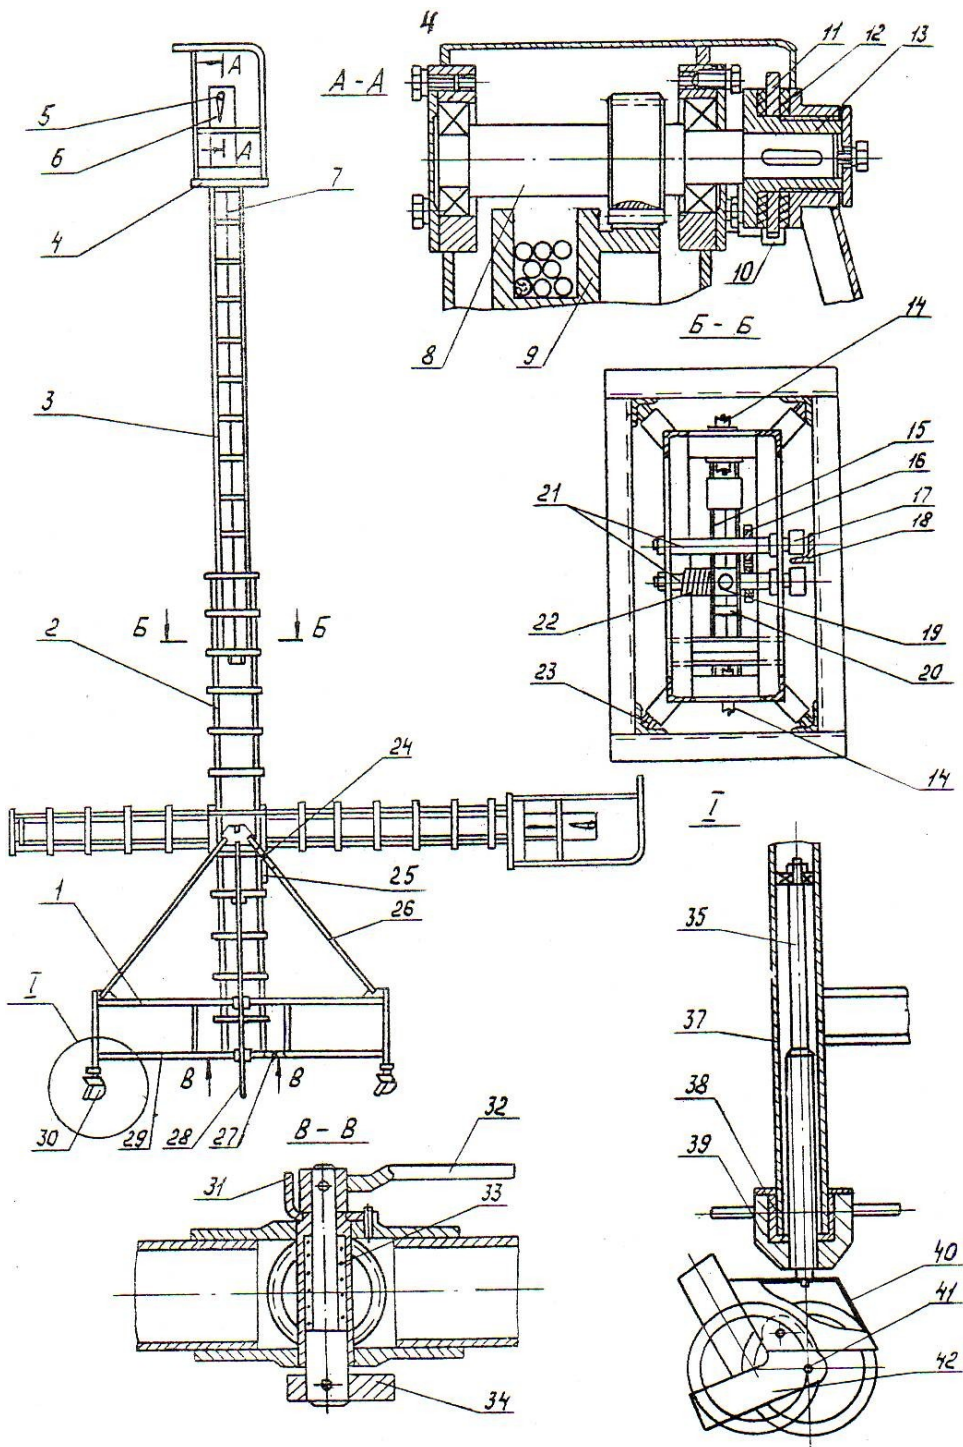

Рис. 1
Подъемник ТЕМП-Н (рис. 1) состоит из следующих основных узлов: тележки (1), секции неподвижной (2), секции подвижной (3), площадки рабочей (4), лебедки (5).